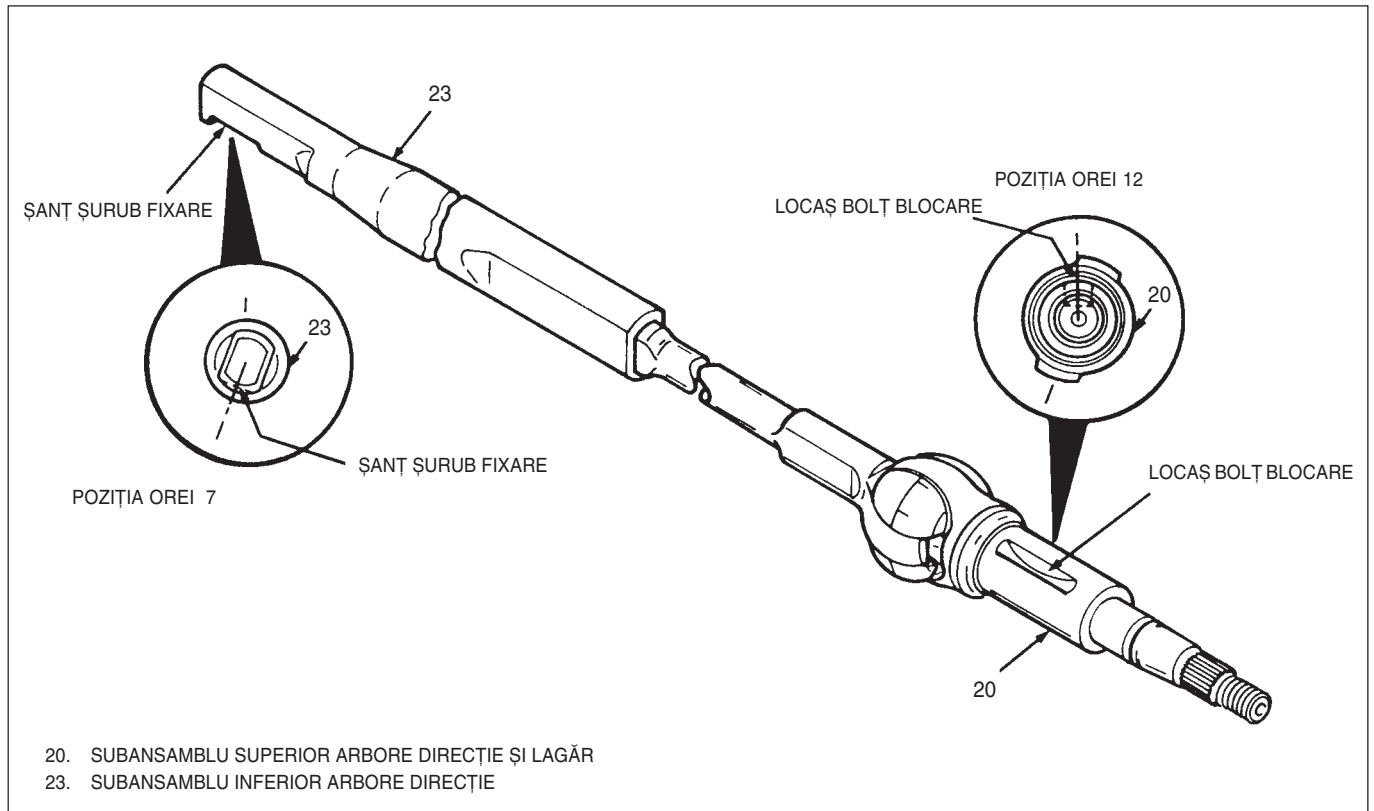

Fig. 16 Interpoziționare corectă între arborii superior și inferior
- Se plasează șanțul pentru bolțul de blocare de pe arborele superior (20) la poziția orei 12.
- Șanțul șurubului de fixare de pe arborele inferior (23) trebuie să fie în poziția orei 7 (Fig 16).